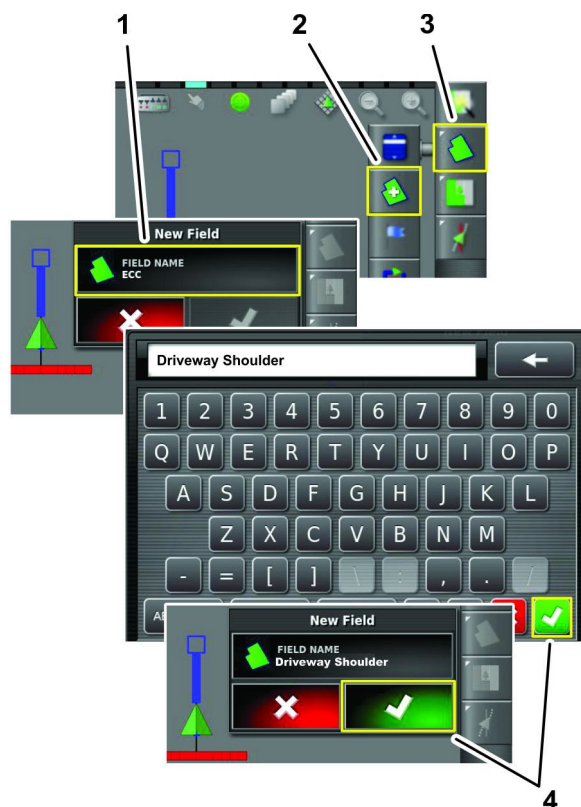

Figura 38
1. Premete l'icona del Menu del campo e premete l'icona Nuovo confine del campo (Figura 38).
2. Premete l'icona Nome del campo (Figura 38).
3. Inserite il nome del campo con la tastiera sullo schermo, quindi premete l'icona Conferma (Figura 38).
4. Nella finestra di dialogo del nuovo campo, premete l'icona Conferma (Figura 38).